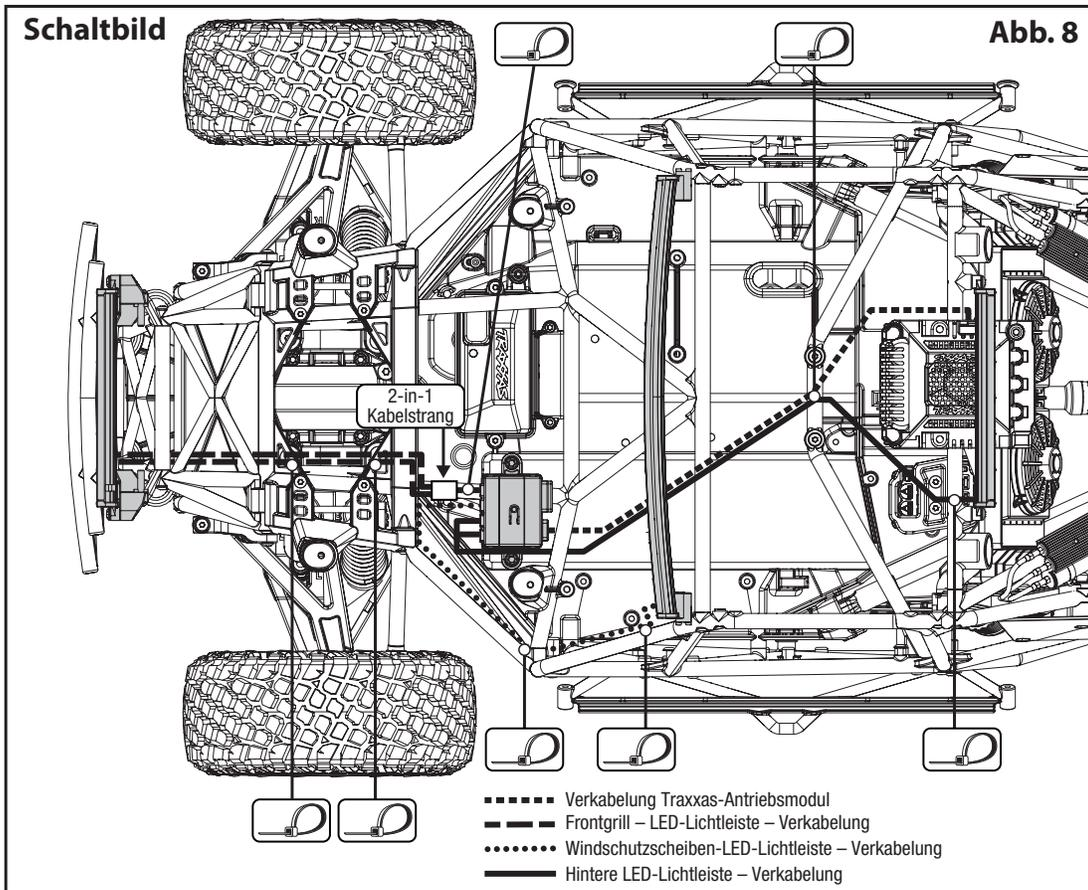

Abb. 8
1. Installieren Sie die LED-Beleuchtungs-Kits, beachten Sie dabei das Montagediagramm (Abb. 4) und das Anschlussdiagramm (Abb. 8).
2. Die Frontgrille-LED-Lichtleistenhalterungen (B) werden mit dem im Lieferumfang enthaltenen Befestigungsmaterial installiert.
3. Die Frontgrille-LED-Lichtleiste(n) (C), die Windschutzscheiben-LED-Lichtleiste (D) und die hintere LED-Lichtleiste (E) werden als Baugruppe mit dem im Lieferumfang enthaltenen Befestigungsmaterial installiert.